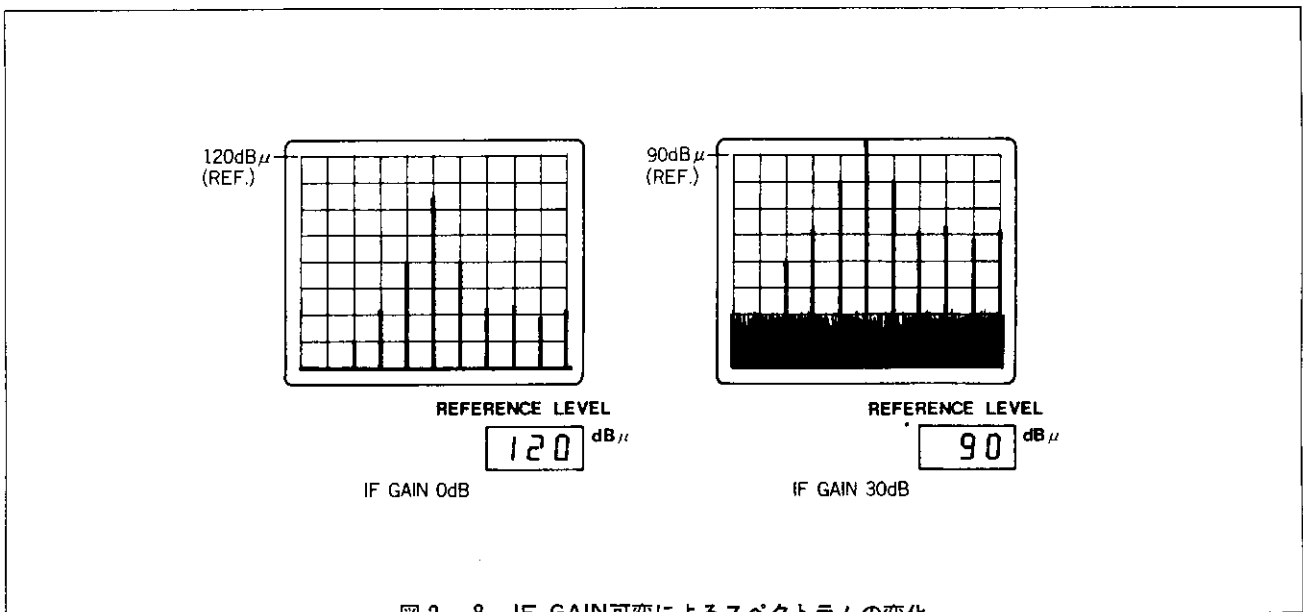

図2-8 IF GAIN可変によるスペクトラムの変化
13. **IF GAIN** を時計方向にまわすと、CRT ディスプレイ上の信号が 10dB ずつ上がって行くことを確認して下さい。また、このときのノイズ・レベルも上がって行きます。**REFERENCE LEVEL** の表示は、10dB ずつ減って行くことを確認して下さい。〔図 2-8〕